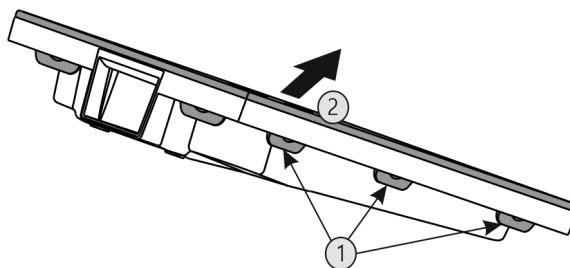

Fig. 41
- Последовательно нажать на все накладки Fig. 41 (1) и снять крышку Fig. 41 (2).